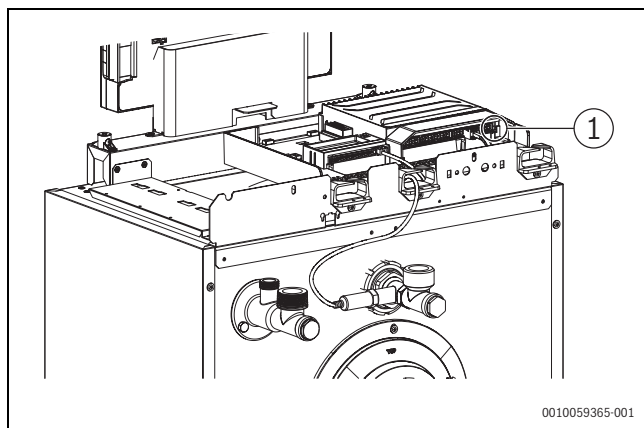

Bild 35 Netzanschluss herstellen
- Netzanschluss über die Klemme an IN - Netzeingang herstellen (→ Bild 35, [1]).